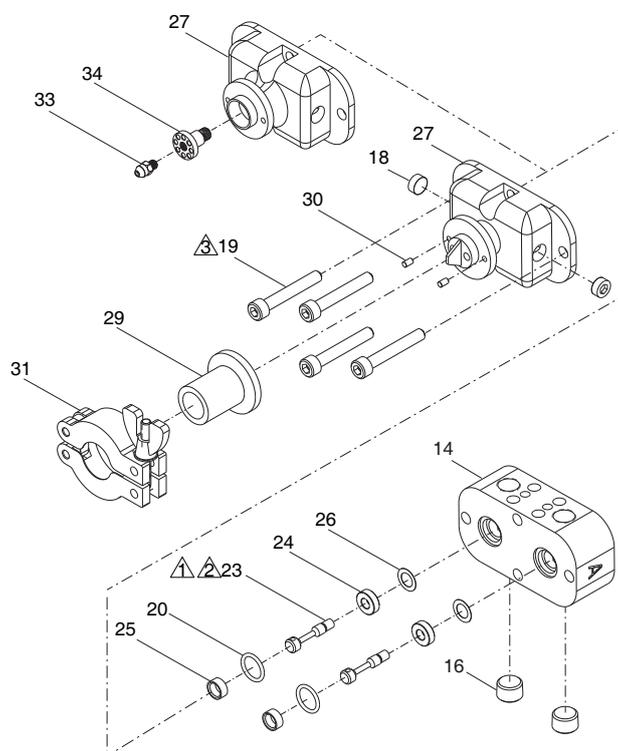
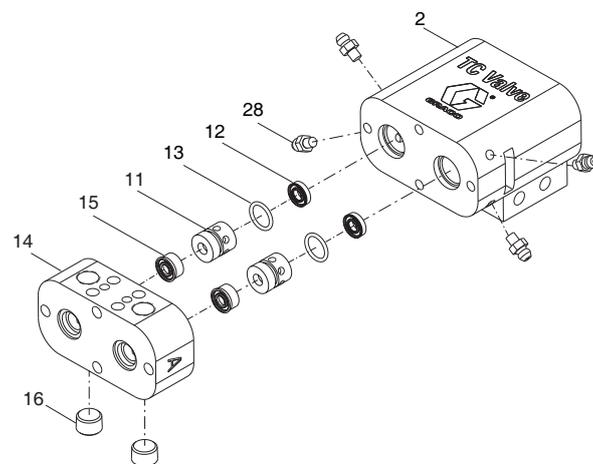
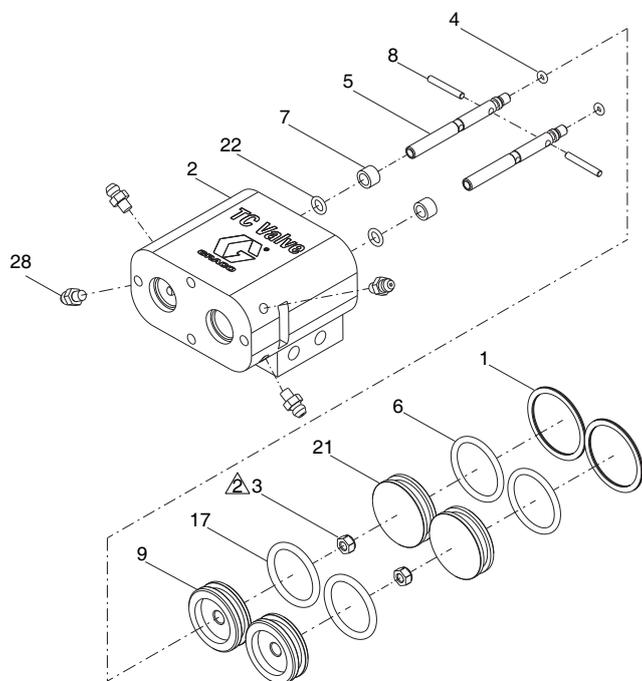

図 3
図 4
図 5
3. クランプ (31) ボールナットを緩め、次にミキサーカバー (29) を取り外します。
4. 4 つの前金具のネジ (19) を取り外して、ノーズピース (27) をバルブから離れた方向に引きます、
5. インサート (25) およびOリング (20) インレットハウジング (14) から取り外します。
6. 3/32 in. ピンパンチを使用してニードルを取り外してから (23)、シート (24) とガスケット (26) をインレットハウジングから取り外します (14)。図 3 を参照してください。
7. インレットハウジング (14) をエアシリンダー (2) からスライドさせて外し、シール (15) を取り外します。図 4 を参照してください。
8. ベ어링 (11)、ベ어링 O リング (13)、および 2 次液体シール (12) を取り外します。
9. 保持リング (1) をエアシリンダ (2) の背面から外します。2つのシャフト (5) をエアシリンダに (2) 押し込んで、エアシリンダキャップ (21) を取り外します。図 5 を参照してください。
10. 2つのシャフト (5) を押して、エアシリンダ (2) からピストン (9) アセンブリを取り外します。
11. Oリングピックを使用して Oリング (22) を取り外し、ドライバを使用してスリーブベアリング (7) をエアシリンダ (2) から取り外します。
12. Oリング (6) をピストン (9) から、Oリング (17) をエアシリンダキャップ (21) から取り外します。
13. ロックナット (3)、ピン (8) と Oリング (4) をシャフト (5) から取り外します。
1. シャフト O リング (22) とベアリング (7) を潤滑します。O リングをエアシリンダー (2) に挿入します。図 5 を参照してください。
2. エアシリンダーハウジング (2) と同一平面になるようにベアリング (7) を押して、O リング (22) を挟みます。
3. ピストンアセンブリを潤滑して再組み立てします: ピストン (9)、O リング (6)、位置決めピン (8)、ナット (3)、O リング (4)、およびエアシリンダーシャフト (5)。ナット (3) を 25-30 in-lb (2.8-3.4 N•m) のトルクで締めます。シャフト (5) を、ベアリングで自動調心されるように、いくらかの遊びを持たせ、吊り下げます。
4. エアシリンダへの潤滑剤の塗布 (2) ID。ピストン (9) アセンブリをエアシリンダーに押し込みます。
5. O リング (17) を潤滑して、キャップ (21) に組み付けます。キャップ (21) をエアシリンダー (2) に押し込みます。
6. 外側保持リング (1) を取り付けます。
1. ベアリング (11)、O リング (13)、およびシール (12、15) を潤滑します。O リング (13) をベアリング上に設置します。シールの縁がベアリング内に向いている状態で、シール (12) をベアリングの凹所に注意して挿入してください。シールの縁を損傷させないように注意してください。図 4 を参照してください。
2. ベアリング (11) をエアシリンダー (2) に押し込みます。
3. インレットハウジング (14) にグリースを塗り、スプリングが液体インレットの外側に向くようにして、シール (15) をインレットハウジング (14) に挿入します。
4. ガasket (26)、シート (24)、および O リング (20) をインレットハウジング (14) に挿入します。図 3 を参照してください。
5. ニードル (23) をねじ込んで、それを 2.8-3.4 N•m (25-30 in.-lb) に締めます。
6. 8 ページの **ノーズピースの向き** を参照してください。インサート (25) ノーズピースのネジ (19) が付いた前金具 (27) をバルブから離れた方向に引きます。ノーズピースのネジを 115-120 in-lb (14-15 N•m) のトルクで締めます。
7. **26D920 用 と 26D921**。インジェクターチューブ (34) を取り付け、40-50 in-lb (4.5-5.6 N•m) のトルクで締めます。
8. **26D920 用 と 26D921**。インジェクターチップ (33) を取り付け、225-30 in-lb (2.8-3.4 N•m) のトルクで締めます。
9. ミキサーカバー (29) をクランプ (31) で挿入し、クランプボールナットを締め付けます。
10. グリース注入用管継ぎ手 (28) を取り外します。グリース注入用管継ぎ手 (28) が設置されていた場所でグリースが排出されるまで、下にあるグリースポートでグリースを充填します。もう一方のグリース注入用管継ぎ手 (28) で繰り返します。図 5 を参照してください。